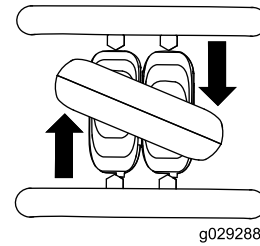

Bild 9
- Drehen Sie den Fahrertriebshebel nach rechts, um nach rechts zu fahren (**Bild 9**).